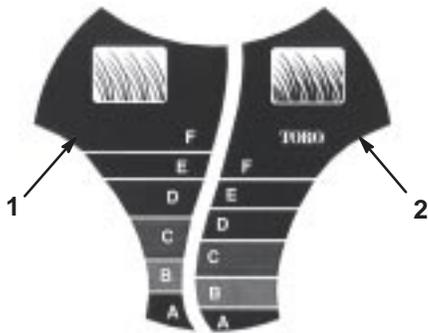

Bild 13
Das *SmartWheel*™ weist zwei Schnitthöhenskala auf: *Dünn/Normal* und *Satt*—damit Sie bei jedem Rasenzustand immer das beste Ergebnis erzielen (Bild 13). Benutzen Sie die *Dünn/Normal*-Skala während der warmen Sommersaison für den Großteil Ihres Mähbedarfs. Die *Satt*-Skala dient ausschließlich starkem, nassem und sattem Graswuchs, den Sie am häufigsten im Frühjahr antreffen.
2. Bewegen Sie den Rasenmäher aufs Gras; Schieben Sie den Rasenmäher nicht mehr weiter, wenn das *SmartWheel*-Motiv an einem der Hinterräder aufrecht steht (Bild 13).